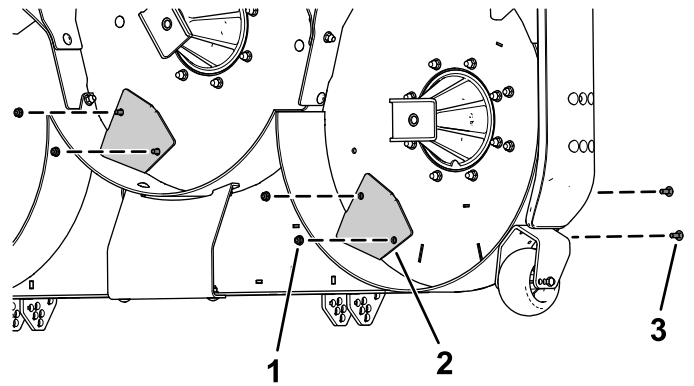

Bild 6
2. Befestigen Sie die beiden Ablenkbleche mit vier Schlossschrauben (5/16" x 7/8") und vier Bundmuttern (5/16") am Mähwerk, wie in Bild 6 dargestellt.